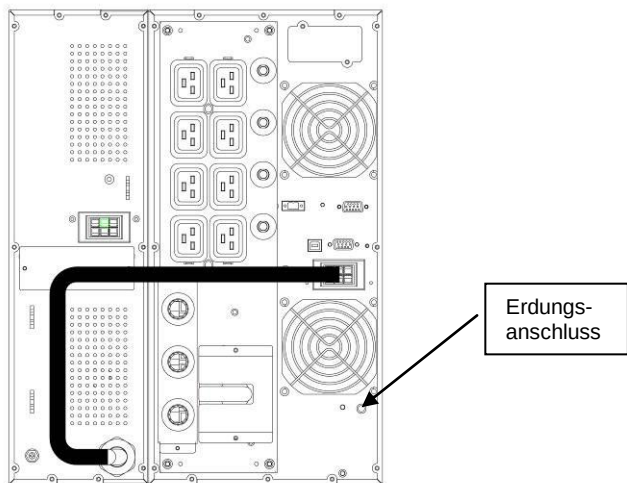

Abbildung 6: XANTO S 10000 mit BP, Tower (Rückansicht)
1. Schließen Sie jedes Batteriepaket am Erdanschluss (Schraube auf der Rückseite) mittels eines zusätzlichen Kabels (mind. AWG 8, 6mm²) an Erdpotenzial an (siehe Abbildung 6 rechts unten).
3. Verbinden Sie alle Steckverbindungen zwischen den Batteriepaketen und der USV-Anlage (siehe Abbildung 6). Bis zu vier Batteriepakete können an die USV-Anlage angeschlossen werden.